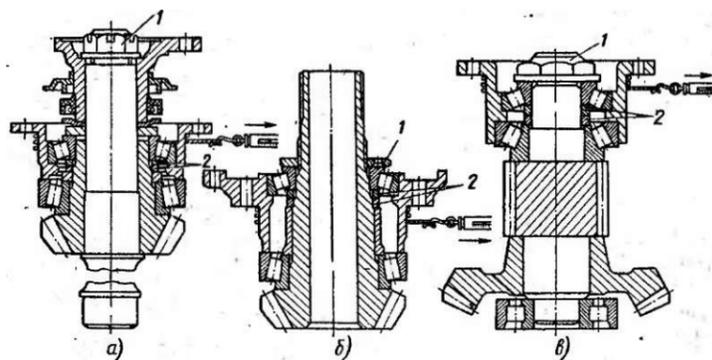

Рис. 74. Данные для проверки предварительного натяга:
1) уменьшите толщину пакета регулировочных шайб 2 (рис. 74, а и б) на величину осевого перемещения плюс 0,04...0,06 мм, используя шлифование или замену одной или обеих регулировочных шайб шайбами из комплекта запасных частей (табл. 2).
2) затяните гайку 1 (рис. 74< а) крепления фланца конической шестерни главной передачи заднего моста или гайку 1 (см. рис. 74, б) крепления подшипников промежуточного моста; момент затяжки должен составлять 235...353 Н • м (24...36 кгс • м);
- 1) уменьшить толщину пакета регулировочных шайб 2 (рис. 74, в) шлифованием, заменой одной или обеих